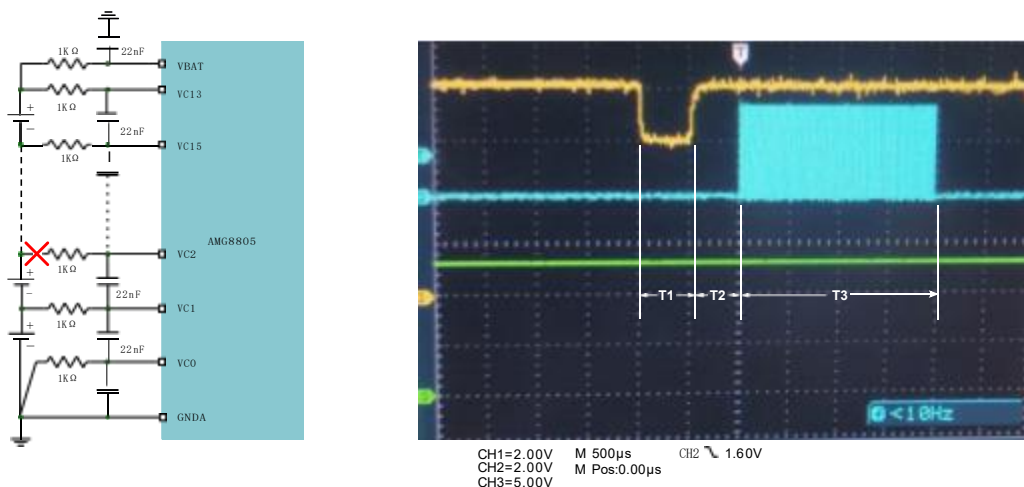

图 11: 断线诊断示意图
假设在图11的红色画“×”的地方发生断线。当芯片执行断线检测时，会进行以下动作：
- 使能 VC1 和 VC2 的被动均衡，内部均衡 mos 导通，时间 T1（见图11）。
- 关闭 VC1 和 VC2 的被动均衡，延时时间 T2（见图11），若断线，VC2—VC1 电压被拉低以后无法恢复；而如果没有断线的话，VC2 管脚电压可以快速恢复。